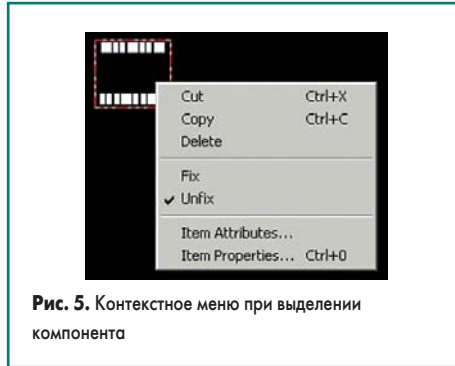
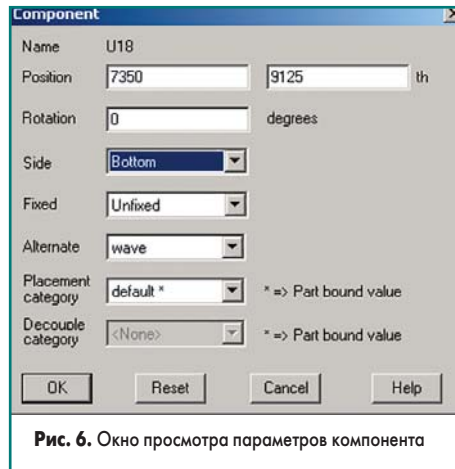
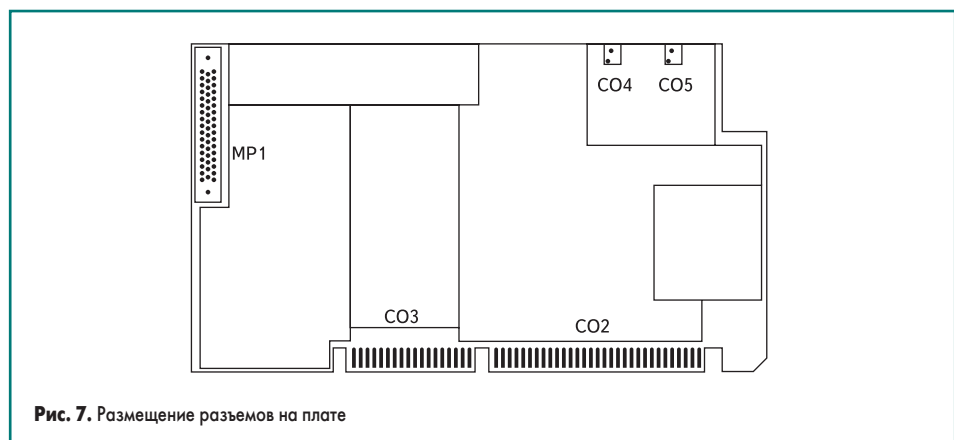

Рис. 5. Контекстное меню при выделении компонента
Рис. 6. Окно просмотра параметров компонента
Рис. 7. Размещение разъемов на плате
28. В появившемся на экране контекстном меню (рис. 5) выберем команду Item Properties. На экране появится диалоговое окно Component (рис. 6). Легко видеть, что сейчас параметр Side для данного компонента имеет значение Bottom.
Примечание: Показанное на рис. 6 окно можно вызвать также с помощью команды меню Utilities/Item Properties или нажав кнопку  на панели инструментов. Для закрепления полученных навыков рекомендуем самостоятельно проделать небольшое упражнение: разместить разъемы CO2, CO3, CO4, CO5 и MP1 на плате, как показано на рис. 7. Сейчас на начальном этапе размещения о точном местоположении этих компонентов можно не беспокоиться, достаточно лишь приблизительно переместить их в указанную часть платы. Выбирать компоненты лучше всего по имени.